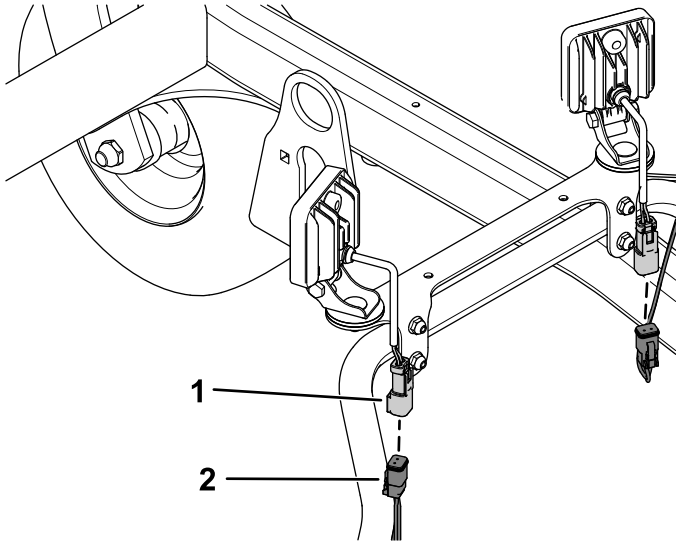

Figure 3
1. Branchez les 2 connecteurs à l'avant de la machine sur les feux à LED (Figure 3).